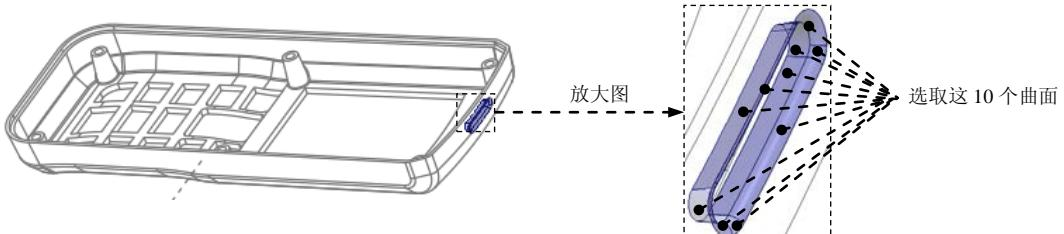

图 31.19 选取曲面（一）
Step5. 复制曲面1。选取图31.19所示的10个曲面为复制对象；单击**模具**功能选项卡**操作**▼区域中的**复制**按钮；单击**模具**功能选项卡**操作**▼区域中的**粘贴**按钮；单击操控板中的“完成”按钮✓。